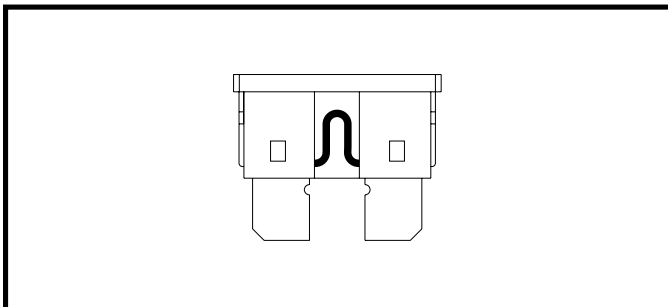

Figure 20. Bon fusible
2. Examinez-le pour vérifier s'il est brûlé. **Voir les figures 20 et 20A.**